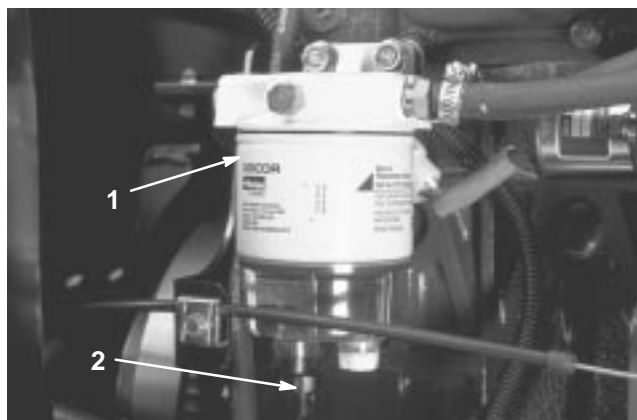

Figure 44
Vidangez chaque jour l'eau ou autres impuretés qui se trouvent dans le séparateur d'eau (Fig. 44).
2. Dévissez le bouchon de vidange en bas de la cartouche du filtre (Fig. 44). Revissez le bouchon quand la vidange est terminée.